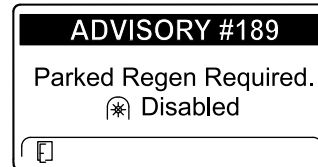

Bild 45
- Wenn Sie eine geparkte Regenerierung nicht innerhalb von zwei Stunden durchführen, wird im InfoCenter „Parked regeneration required - power takeoff disabled ADVISORY #189“ angezeigt (Bild 45).